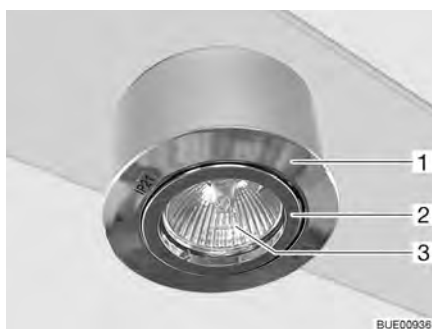

Fig. 208 Lampada alogena a incasso (orientabile)
La lampada alogena a incasso (Fig. 208,1) è incassata nella lampada a soffitto.
- Girare e rimuovere l'anello interno (Fig. 208,2).
- Rimuovere la lampada alogena ad incandescenza (Fig. 208,3).